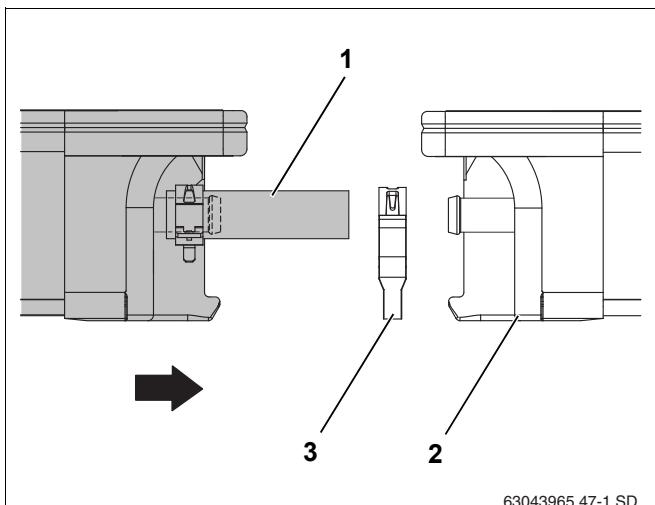

Рис. 49 Придвинуть второй коллектор к первому
- Установить второй коллектор с предварительно смонтированными шлангами (рис. 49, поз. 1) на профильные рейки, при этом он должен встать в крепления от сползания.
- Надеть второй пружинный хомут (рис. 49, поз. 3) на шланг солнечного коллектора.
Придвинуть второй коллектор к первому (рис. 49, поз. 2) так, чтобы шланги наделись на левые штуцеры первого коллектора.